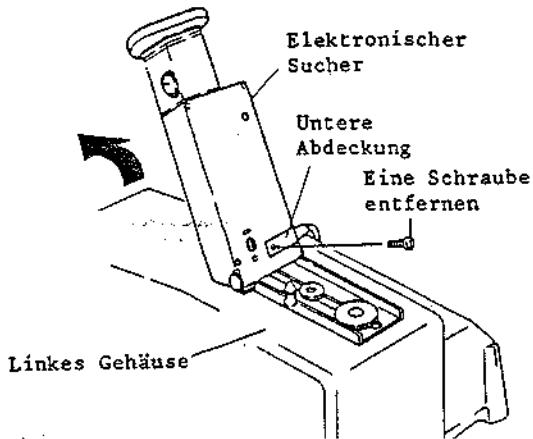
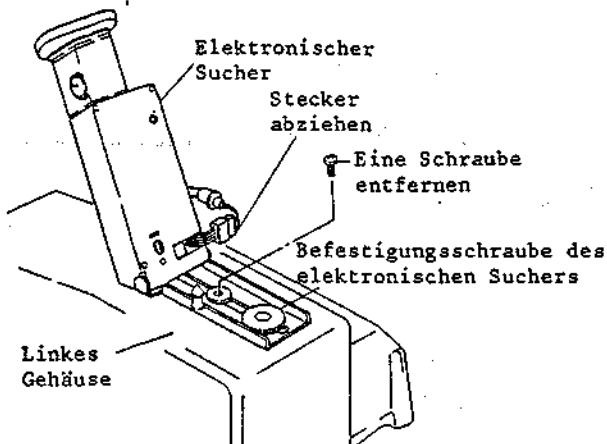

Abb. 2-1 Ausbau des elektronischen Suchers
Abb. 2-2 Ausbau des elektronischen Suchers
#### 1-1 Ausbau des elektronischen Suchers (Abb. 2-1, 2-2)
1. Den elektronischen Sucher in Pfeilrichtung schieben (siehe Abb. 2-1).
2. Eine (1) Befestigungsschraube aus der unteren Abdeckung des elektronischen Suchers entfernen.
3. Den Stecker CN1801 abziehen (siehe Abb. 2-2).
4. Eine (1) Befestigungsschraube des elektronischen Suchers lösen.
1. Den elektronischen Sucher abnehmen (siehe Abb. 2-1, 2-2).